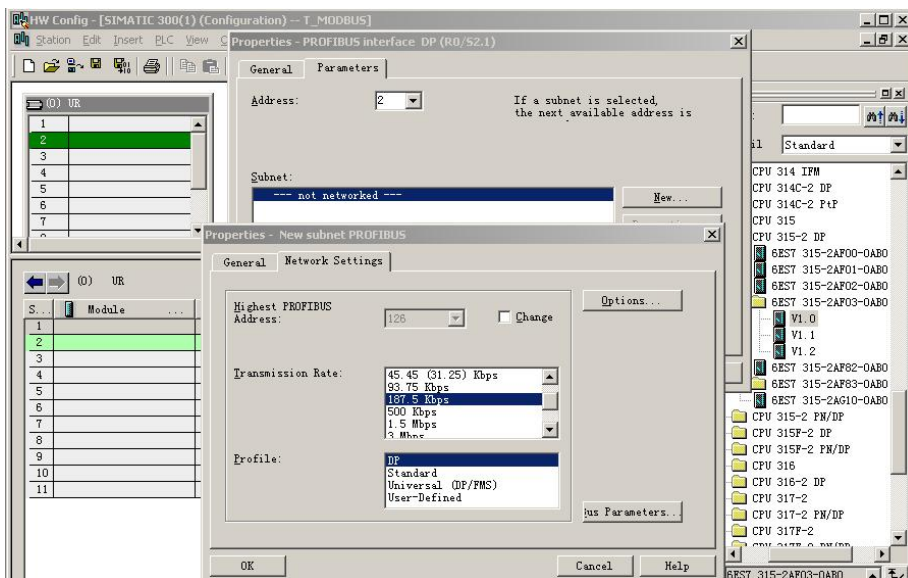

图 5-7
- (4) 配置 PROFIBUS：New→Network Settings，选择：DP、187.5kbit/s（仅是举例）→“OK”，见图 5-7。